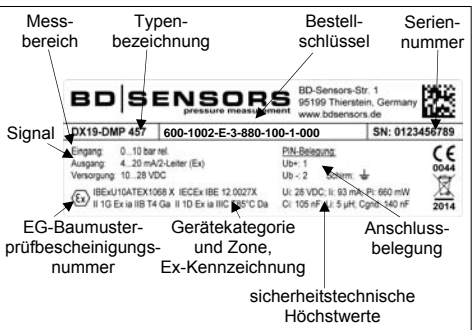

Abb. 1 Typenschildbeispiel
- Vergewissern Sie sich, dass Ihr Gerät als Sonderausführung für Sauerstoff-Anwendungen bestellt und entsprechend geliefert wurde. Am einfachsten können Sie dies anhand des Typenschildes überprüfen (vgl. Sie hierzu Abb. 1). Endet Ihr Bestellcode mit den Ziffern "007", ist Ihr Gerät für die Sauerstoff-Anwendungen geeignet.